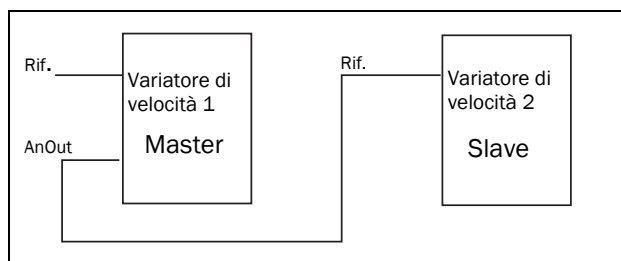

Fig. 141
- segnale di riferimento per il variatore di velocità successivo in una configurazione Master/Slave (vedere fig. 141).